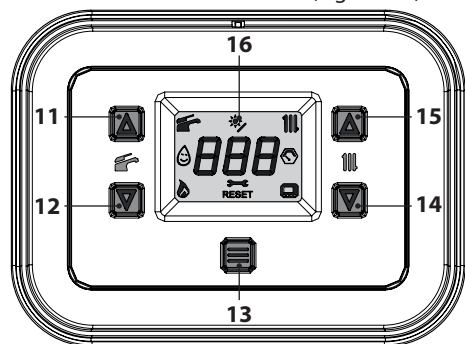
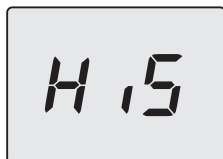

Figura 8.1
Figura 8.2
- Entrare in "modalità programmazione" premendo contemporaneamente per 5 secondi i tasti 12 e 14 (Figura 8.1) fino a far apparire sul display LCD le lettere **HiS** che indicano il menu "Storico delle caldaie" (Figura 8.2).
- Premere per 1 sec. il tasto 13 (Figura 8.1) per entrare nel parametro selezionato. Il display visualizzerà quanto segue (Figura 8.5).
- Premendo il tasto 13 (Figura 8.1) si ottiene la conferma del valore inserito. Il display visualizzerà per 5 sec. quanto segue (Figura 8.7) poi, si porterà al livello superiore.
- Premendo contemporaneamente i tasti 12 e 14 (Figura 8.1) si esce senza modificare il valore (ritorno al livello precedente Figura 8.4).
- tenere premuti contemporaneamente i tasti 12 e 14 per 5 sec. (Figura 8.1) (ritorno al livello precedente).